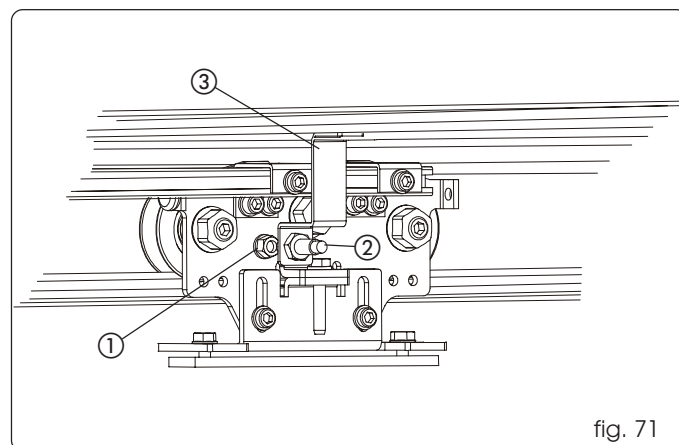

fig. 71
- Schroef de magneet op de wagen die zich het dichtst bij de aanslag voor de sluiting bevindt, door gebruik te maken van de schroefopening in de wagen zelf (fig. 71 ref. ①).
- Monteer de sensor op de beugel (fig. 71 ref. ②) met de daarvoor bestemde plastic moeren. Breng twee schroefplaatjes aan in de behuizingen in het steunprofiel, en monteer de beugel met de schroeven (fig. 71, ref. ③); controleer of de sensor zich ter hoogte van de magneet bevindt wanneer de vleugel gesloten is.
- Schroef de magneet op de binnenste wagen van de rechter vleugel, door gebruik te maken van de schroefopening in de wagen zelf (fig. 71 ref. ①).